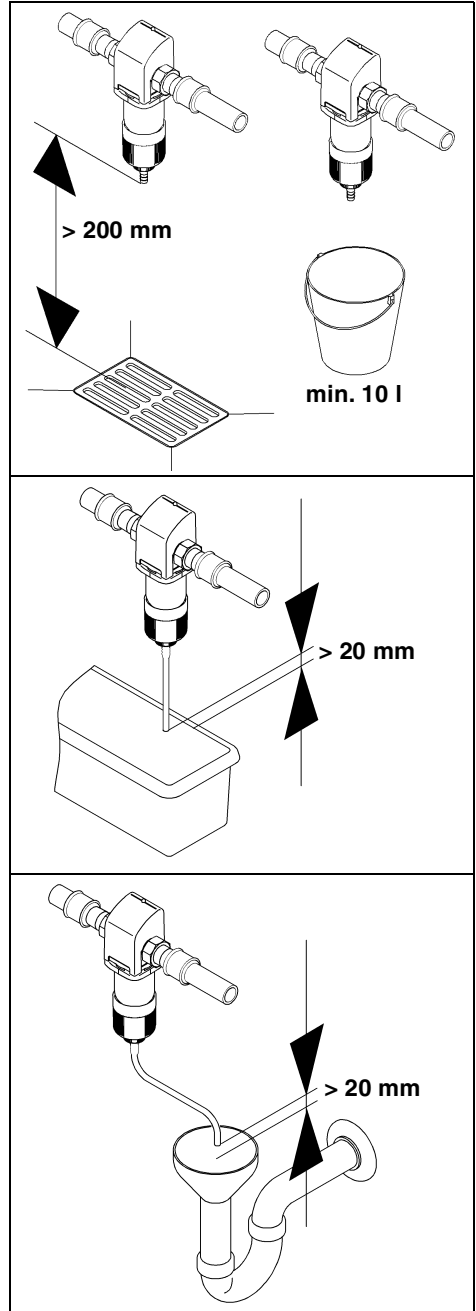

Abb. 4: Ableitmöglichkeiten
Für das Rückspülwasser muss ein ausreichend dimensionierter Abwasseranschluss (z. B. Bodenablauf) nach DIN 1986 vorhanden sein. Falls kein Abwasseranschluss vorliegt kann ein Eimer mit entsprechender Größe verwendet werden (siehe Abb. 4).
- Wenn der Eimer zur Hälfte gefüllt ist, muss der Rückspülvorgang beendet werden. Andernfalls besteht die Möglichkeit, dass der Eimer überläuft. Deshalb muss der Eimer ausreichend dimensioniert sein und die Rückspülung sollte zügig durchgeführt werden (siehe Abb. 4).